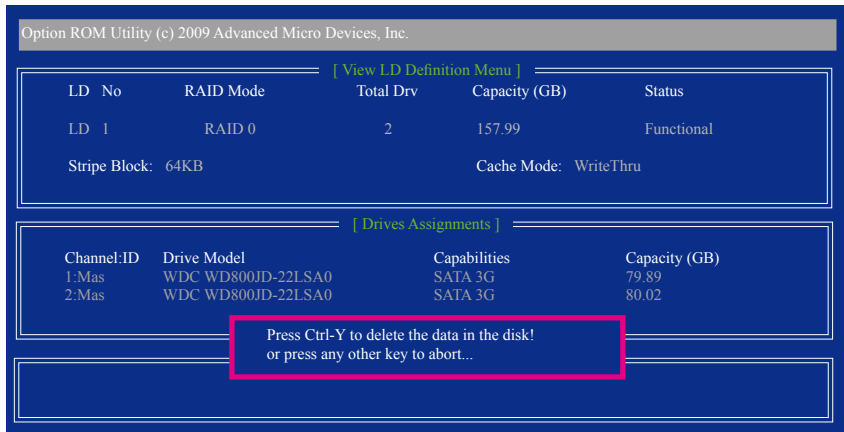

图9
2. 之后您将进入如图9的「View LD Definition Menu」视窗。在此视窗里您可以看到包含在此磁盘阵列的磁盘成员。若您确定要删除该磁盘，请按<Ctrl>+<Y>键或按任意键取消。